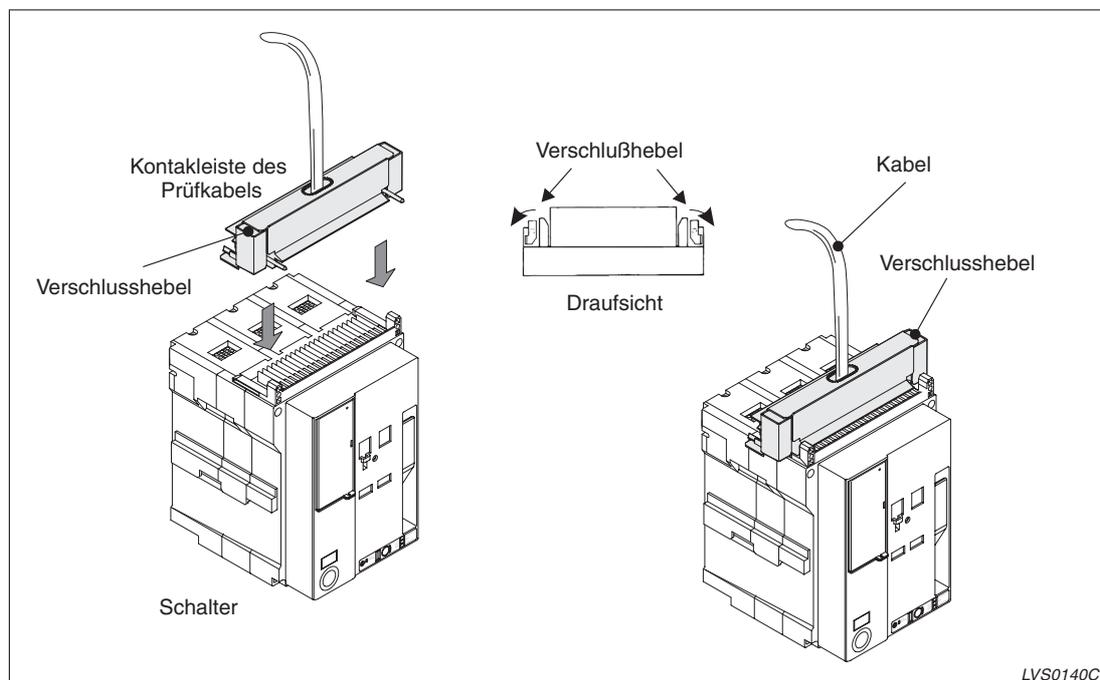

Abb. 4-68: Funktionsprüfung
- ① Drücken Sie die Verschlusshebel des Prüfkabels am Schalter nach außen (siehe Pfeile in Abb. 4-68) und verbinden Sie die Kontaktleiste des Prüfkabels mit den Kontakten am Schalter.
- ② Drücken Sie die Verschlusshebel zusammen, um die Kontaktleiste zu sichern (siehe Abb. 4-68).